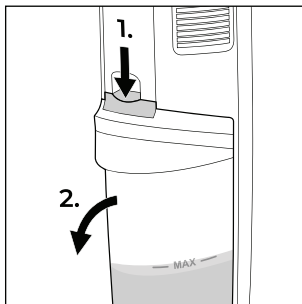

Fig. 20
1. Pressione para baixo o botão por cima do reservatório de água suja **2** (ver fig. 20). Segure a pega do reservatório de água suja **2**, enquanto pressiona o botão para baixo.
2. Puxe o reservatório de água suja **2** para a frente e retire-o do aparelho (ver fig. 20).